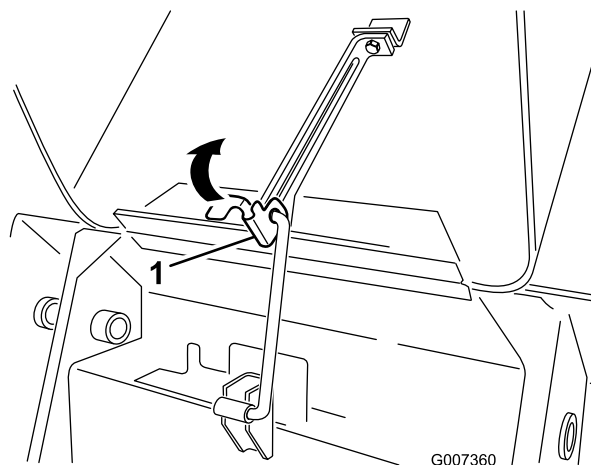

Figure 28
1. Tirez la languette de fixation de la béquille (Figure 28)